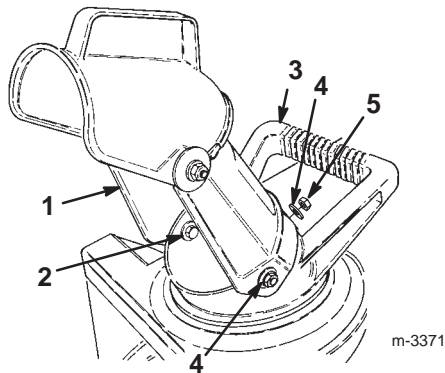

Bild 3
2. Sichern Sie den Auswurf mit je zwei Scheiben und Sicherungsmuttern an den Sechskantschrauben ab (Bild 3).
5. Installieren Sie die Sicherungsmutter und Scheibe *fest* auf der Schraube hinten am Auswurfkanal (Bild 3).